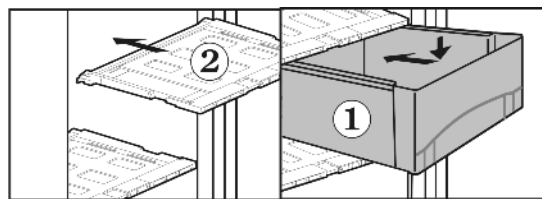

Fig. 12
- ▶ Установите крышки выдвижного ящика Fig. 12 (2): поперечные ребра крышки выдвижного ящика вставьте снизу в задние направляющие, защелкните спереди фиксатор в направляющей.
- ▶ Выдвижные ящики Fig. 12 (1) установите на направляющие и вдвиньте полностью до ясно слышимого защелкивания.